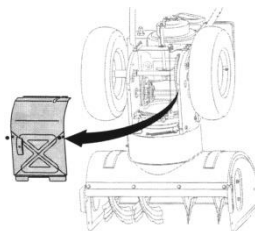

Fig. 16
- Sfilare la cinghia della taglierina dalla puleggia di azionamento del motore. Fig. 16